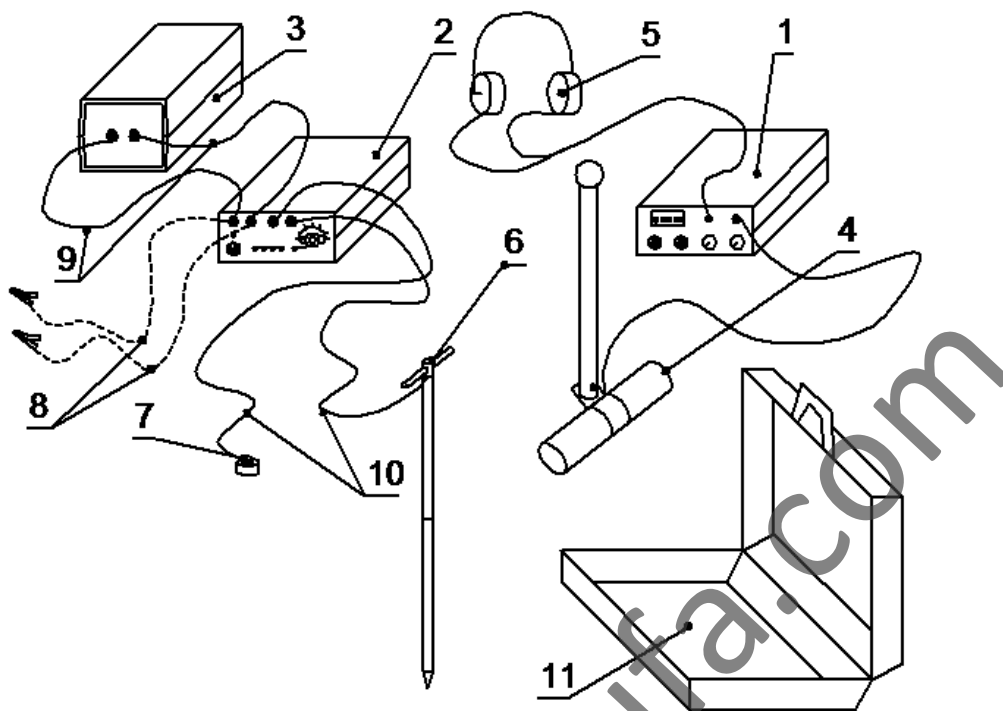
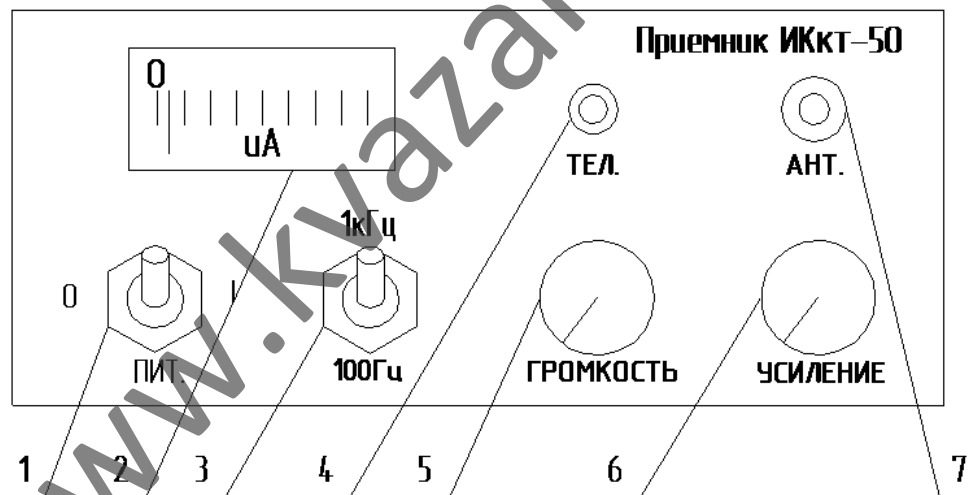
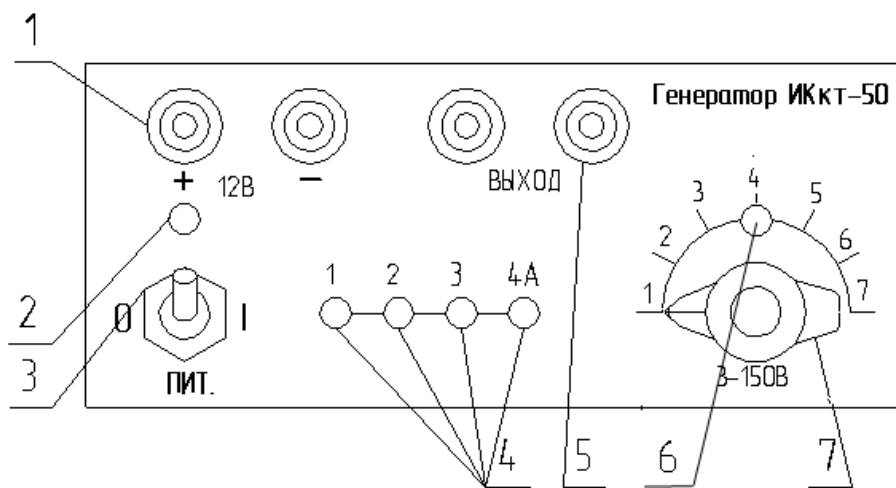

Рис.1. Общий вид комплекта трассоискателя.
Рис.2. Панель приемника трассоискателя
Рис.3. Панель генератора трассоискателя
Внешний вид всего комплекта установки в развернутом виде схематически изображен на рис.1.
4.2.1. Конструктивно генератор (рис.1 поз.2) выполнен в прямоугольном пластиковом корпусе. Все органы подключения и управления генератора расположены на передней панели (рис.3).
4.2.2. Приемник и генератор трассоискателя имеют одинаковый корпус (рис.1 поз.1). На задней стенке приемника на винтах расположена крышка батарейного отсека питания. По бокам корпуса приемника крепится ремень для переноски. Все органы подключения и управления расположены на передней панели (рис.2).
4.2.3. Контейнер элементов питания (рис.1 поз.3) состоит из двух пластиковых П-образных корпусных деталей, в которые устанавливаются два батарейных отсека для размещения восьми гальванических элементов (ДД). На передней панели корпуса установлены два гнезда с указанной полярностью для подключения соединительными проводами контейнера к генератору трассоискателя.
4.2.4. Антенна приемника (рис.1 поз.4) представляет собой магнитную стержневую антенну, с ручкой и поворотным кронштейном, который позволяет фиксировать стержень антенны в трех положениях с углами в 0, 45 и 90 градусов относительно ручки.
6.1. Установите элементы питания в корпус приемника и контейнер элементов питания генератора. Соедините контейнер, соблюдая полярность с генератором проводами (рис.1).
6.2. Проверить работоспособность генератора (рис.3) перед началом работы следующим образом.
6.3. Проверьте работоспособность приемника (рис.2) перед началом работы в следующем порядке.
Для получения в нагрузке генератора максимального сигнала и обеспечения высокого КПД генератор следует согласовывать с сопротивлением нагрузки. Критерий согласования генератора с сопротивлением нагрузки является получение максимального тока при минимальном выходном напряжении. Для согласования включают генератор при минимальном выходном напряжении (ручка регулирования выходного напряжения в крайнем левом положении). Контролируя ток, потребляемый генератором во время импульсов генерации по линейке светодиодных индикаторов, увеличиваем напряжение на выходе генератора поворотом ручки (7) на рис.3 вправо. В момент согласования индикаторы тока генератора показывают максимальный ток 4 А и индикатор выходного напряжения (6) светится слабее. При дальнейшем вращении ручки (7) ток и напряжение генератора под нагрузкой не будут повышаться из-за действия схемы защиты генератора от перегрузки, которая ограничивает потребляемый ток генератором величиной 4А. КПД работы генератора будет при этом снижаться.